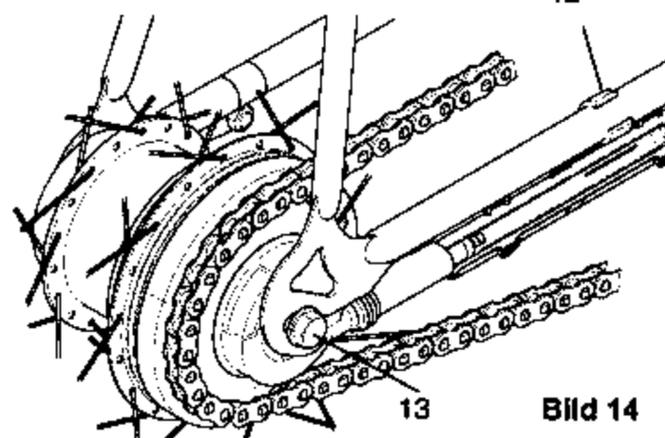

Bild 14
- Die Kettenspannung ist richtig eingestellt, wenn sich die Kette etwa in der Mitte zwischen Kettenblatt und Zahnkranz ca. 2 cm anheben läßt. Clip (12) an Kettenstrebe anclipsen (Bild 14).
- Laufrad in Rahmenhinterbau setzen und Rollenkette auf den Zahnkranz legen. (Bild 14)
- Achsenden mit dem Zweiflach in Schlitz der Ausfallenden führen, Laufrad im Rahmen ausrichten und Achsschrauben (13) mit einem Anzugsmoment von 30-40 Nm fest ziehen.